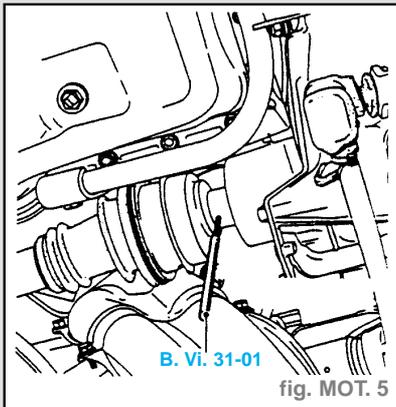

fig. MOT. 5
- la goupille de transmission avec les broches B. Vi. 31-01 (fig. MOT. 5),